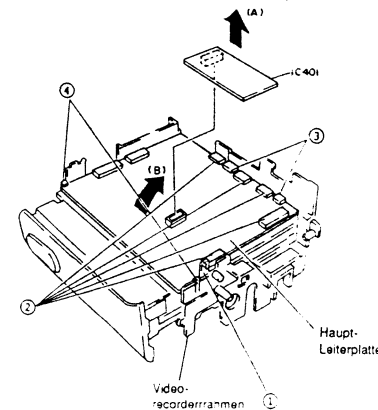
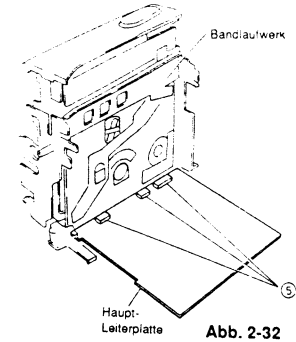

Abb. 2-31
Abb. 2-32
- 1) Eine (1) Lasche freigeben und den Audio-IC (IC401) von der Haupt-Leiterplatte in Richtung des Pfeiles (A) entfernen (siehe Abb. 2-31).
- 2) Fünf (5) Flachkabel (CN112, CN602, CN905, CN907, CN910) von der Haupt-Leiterplatte abtrennen.
- 3) Zwei (2) Stecker (CN113, CN904) von der Haupt-Leiterplatte abtrennen.
- 4) Zwei (2) Laschen freigeben und die Haupt-Leiterplatte in Richtung des Pfeiles (B) aufklappen.
- 5) Drei (3) Flachkabel (CN601, CN604, CN906) von der Haupt-Leiterplatte abtrennen und die Haupt-Leiterplatte von dem Bandlaufwerk abnehmen (siehe Abb. 2-32).